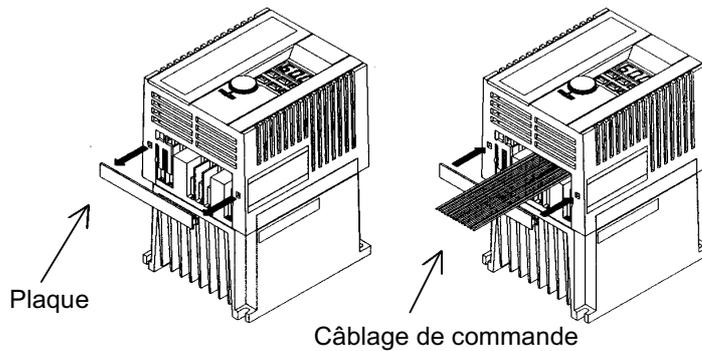

Figure 2-3-8 Comment tirer les câbles de commande
- 5) Enlevez la barrette se trouvant sur la face inférieure du capot supérieur avant d'effectuer le câblage du bornier de commande du variateur et réinstallez-le lorsque le câblage est terminé tel qu'illustré à la Figure 2-3-8.